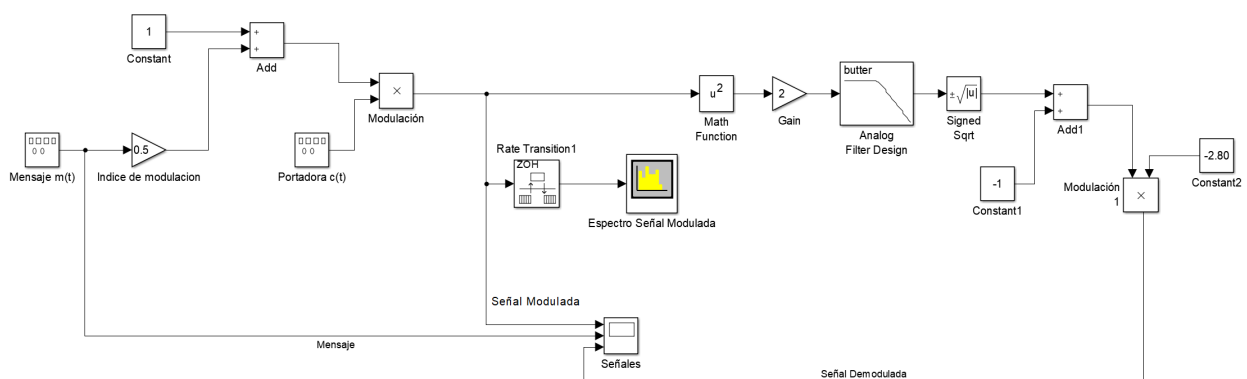

Figura 3: Bloque Modulador y Demodulador AM
1. Localice el archivo **MOD_DEM_AM.slx** y proceda a abrirlo. Es importante que inspeccione el archivo y los bloques estén interconectados de forma correcta. En la figura 3 se muestra el diagrama de bloques para un modulador y demodulador en Simulink.